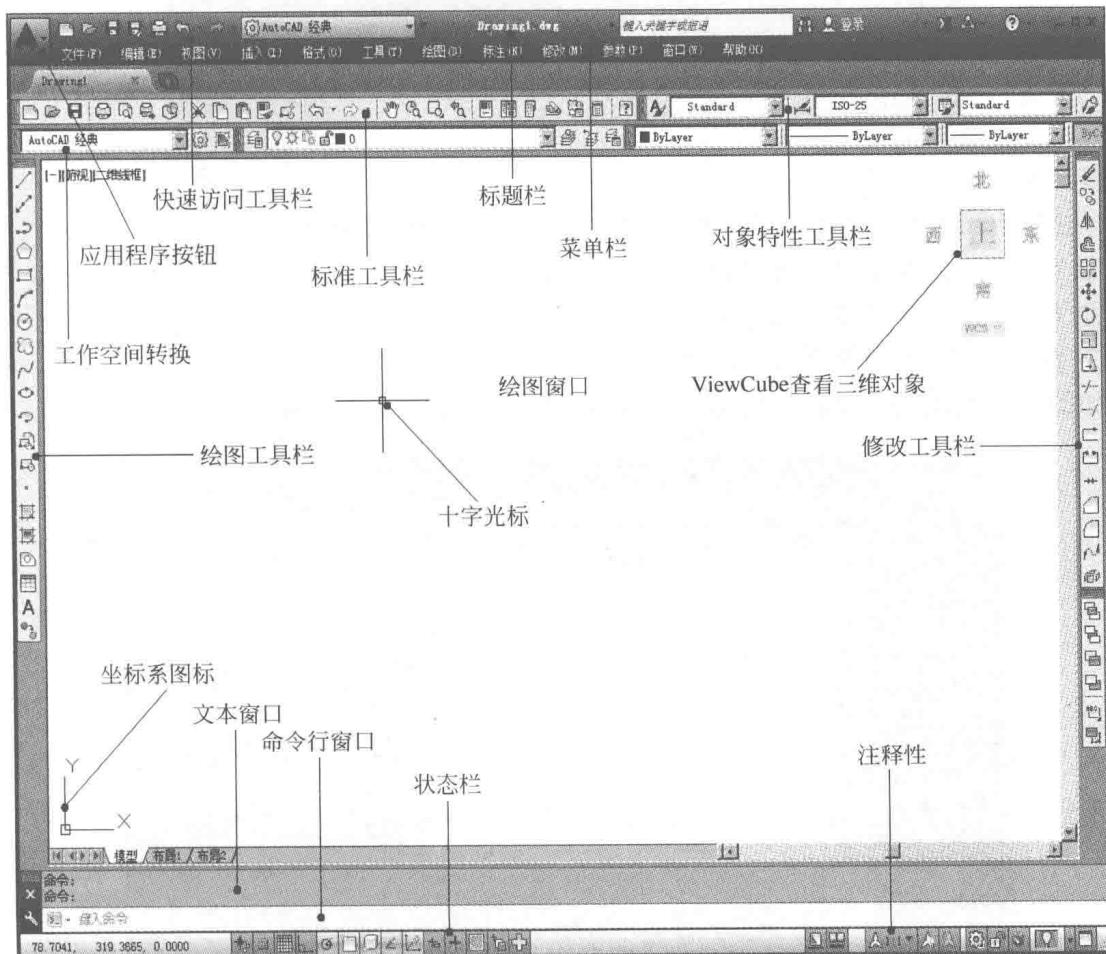

图 1-4 “AutoCAD 经典”绘图界面
(3) 单击状态栏上的“切换工作空间”按钮，在弹出的菜单中选择“AutoCAD 经典”，绘图界面如图 1-4 所示。